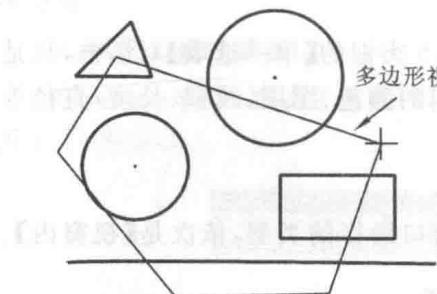

图 1.18 多边形视窗选择方式
(3) **多边形** 方式就是通过绘制一个任意多边形来选择元素,可以结合窗口状态来选择,如图 1.18 所示。